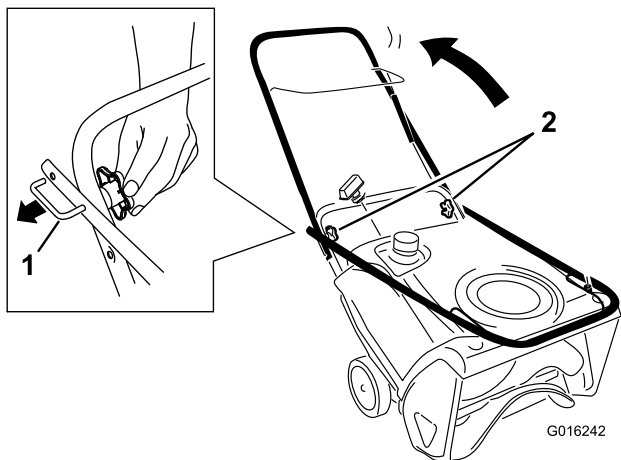

Figura 4
1. Allentate le manopole della stegola, estraete i blocchi della stegola a forma di U finché non riuscite a muovere liberamente la stegola stessa e ruotarla quindi in posizione di funzionamento (Figura 4).